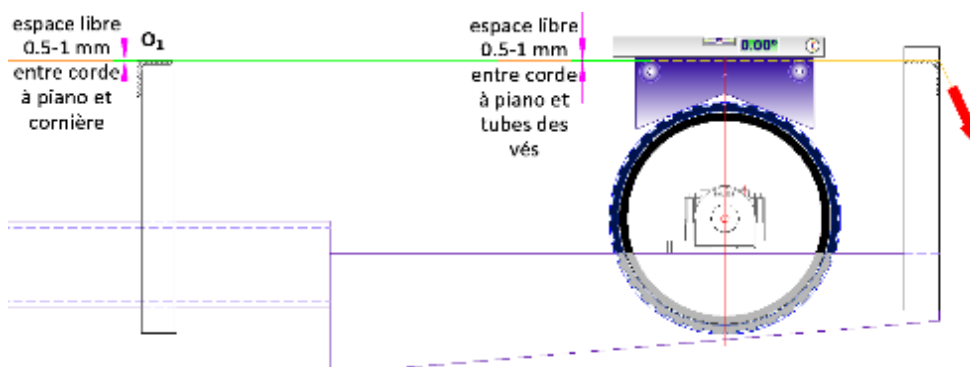

Fig.24 : Détail : espace libre entre corde à piano et point O1 et tubes des vés
8. Ajuster l'altitude de ce fer (attache de la 2^{ème} extrémité de la corde à piano) de telle sorte que la corde à piano tangente au mieux "sans toucher" la cornière n°1 et les tubes d'entretoise des vés. Dès que l'altitude de ce fer est repérée, il faut le fixer (pince bloque, serre-joint, points de soudure, ...) {fig.24}.